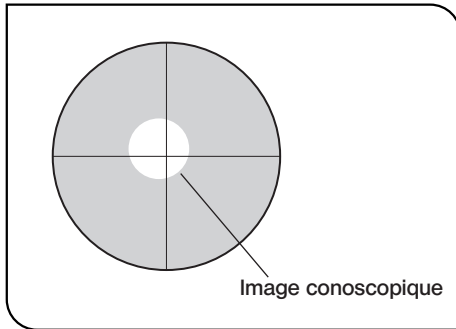

Fig. 26
6. Pour éclaircir et faciliter l'observation d'une image conoscopique pendant le réglage de l'axe optique, tourner légèrement l'analyseur pour l'éloigner de la position de fermeture totale. (Fig. 26)